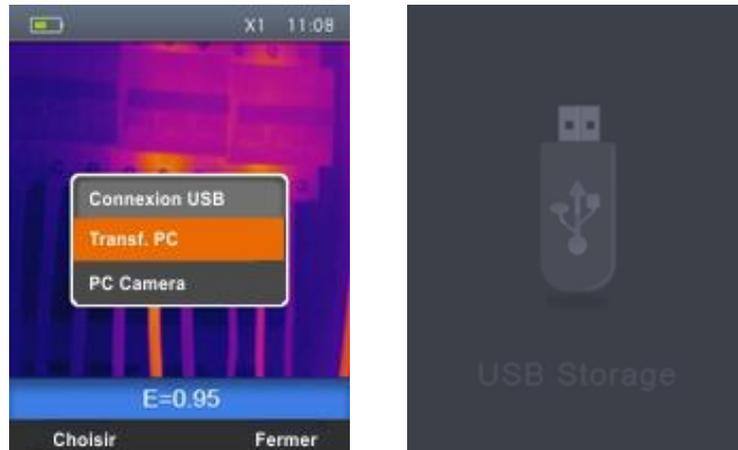
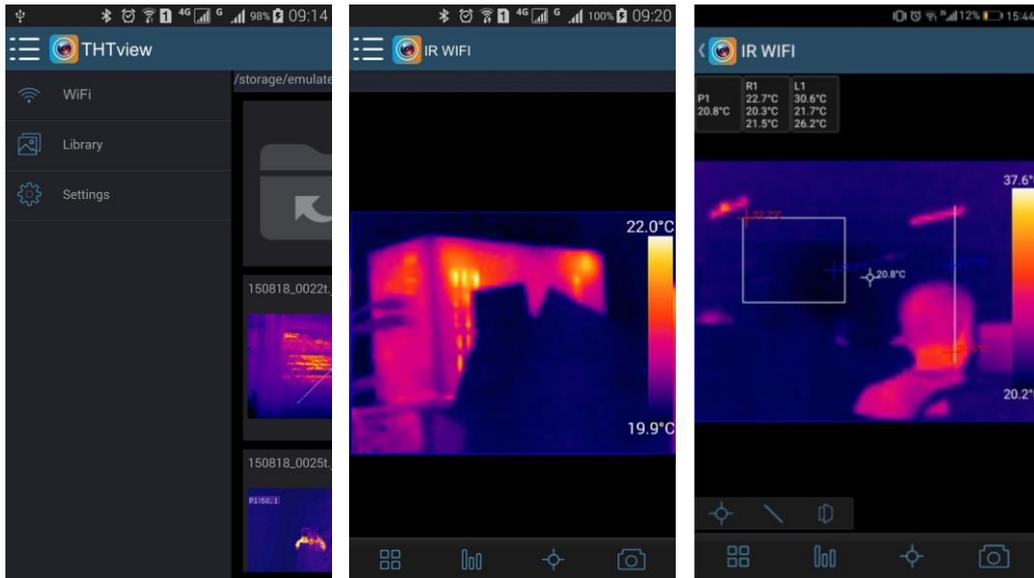

Fig. 38 : Transfert d'images/vidéos au PC
Fig. 41: Visualisation des images en temps réel
2. Connecter le câble USB à l'instrument (voir Fig. 3 – Partie 16) et au PC. La page-écran ci-dessous (voir Fig. 38 – partie gauche) est affichée :
4. Utiliser les touches  $\oplus$  ou  $\ominus$  pour sélectionner l'option « Transf. PC » et appuyer sur la touche « Choisir ». La page-écran de Fig. 38 – Partie droite est affichée
5. Appuyez sur l'icône de menu  et sélectionnez l'option "WiFi" (voir Fig. 38 - partie gauche) pour activer l'affichage en temps réel sur l'appareil mobile de l'image sur l'écran de l'instrument. L'écran de la Fig. 41 – partie centrée est affiché sur l'appareil mobile
Insertion objet "Point" dans l'image (voir Fig. 41)
Insertion objet "Ligne" dans l'image (voir Fig. 41)
Insertion objet "Aire" dans l'image (voir Fig. 41)